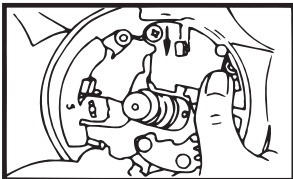

FIGURE 21 • FIGURA 21
- 1) Quand vous repositionnez et fixez la plaque de renvoi d'angle, assurez-vous que le levier du contacteur est sur la position basse (reportez-vous à la figure 21).